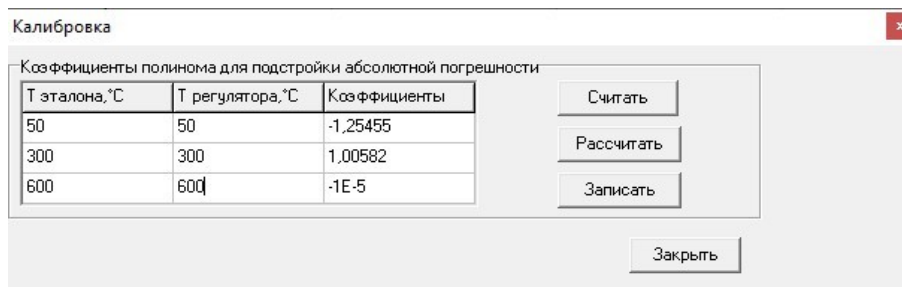

Рисунок 13 – Ввод значений "Т эталона, °C" и "Т регулятора, °C" для сброса полинома
3.3.7 Для сброса действующих коэффициентов полинома необходимо в строки столбцов "Т эталона, °С» и "Т регулятора, °С" ввести одинаковые значения 50, 300 и 600 (рисунок 13).